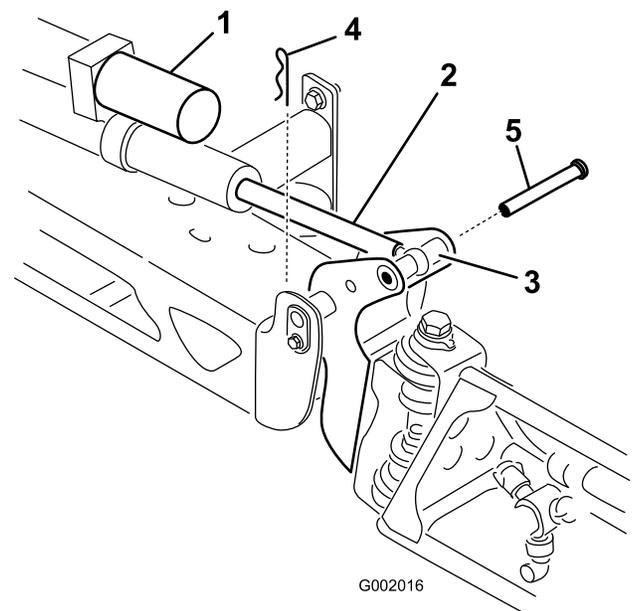

Figura 50
2. Togliete la coppiglia dal perno di articolazione (Figura 50).
3. Sollevate la barra e togliete il perno (Figura 50). Abbassate lentamente la barra all'hardstop.
6. Sollevate la barra per allineare il perno con l'asta dell'attuatore. Tenete ferma la barra e inserite il perno attraverso il perno della barra e l'asta dell'attuatore (Figura 50).